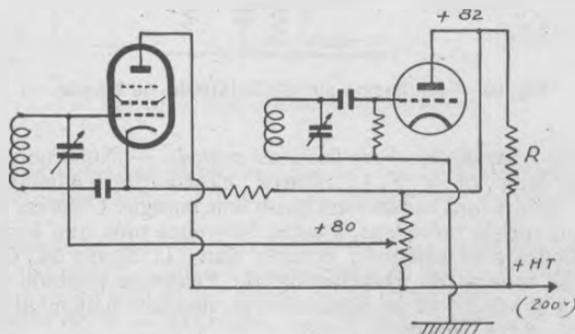

Fig. 31. — Antifading sur détection-grille.
a) *Détection-grille et détection par courbure* (détectrice à réaction et détection de puissance). — Bien que l'antifading ne soit pas impossible avec ces détecteurs, il est beaucoup plus simple de les remplacer par la détection diode, comme décrit plus loin. Le fonctionnement sera plus sûr que celui d'un antifading avec détection-grille, dont nous donnons néanmoins le schéma figure 31. On voit que la grille de la pentode est au même potentiel que l'anode de la détectrice (moins deux ou trois volts pour éviter le courant de grille), ce qui s'obtient par un potentiomètre. Un